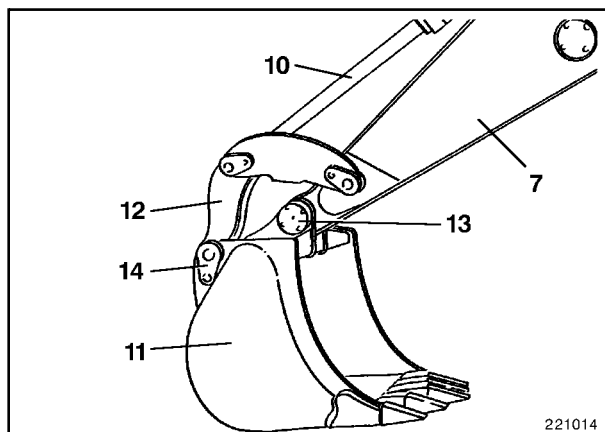

Fig. 6
- Poner la cuchara (11, Fig. 6) en la posición de montaje.